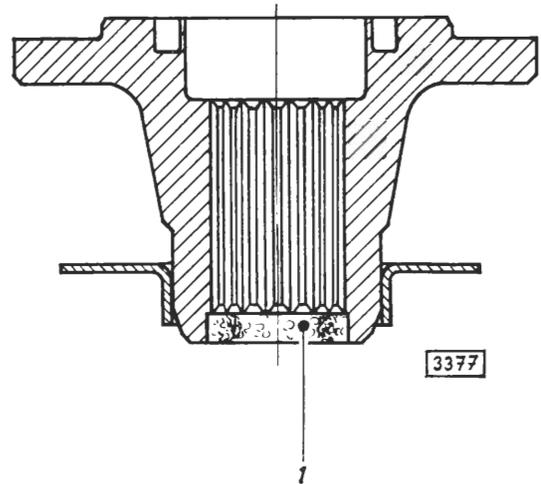

Bild 86a - Antriebkegelradflansch vor dem Aufstecken mit Dichtungsmasse versehen
30. Vor dem endgültigen Aufstecken des Flansches auf das Antriebkegelrad Dichtungsmasse L 000, 161/3 raupenförmig in lagerseitige Aussparung des Flansches bis auf Höhe der Innenverzahnung eindrücken und gleichmäßig am Umfang der Aussparung verteilen (Bild 86a). Beim Aufstecken des Flansches auf das Antriebkegelrad verteilt sich die Dichtungsmasse auf die Zahnflanken des Flansches und Kegelrades, wodurch eine Dämpfung zwischen beiden Teilen